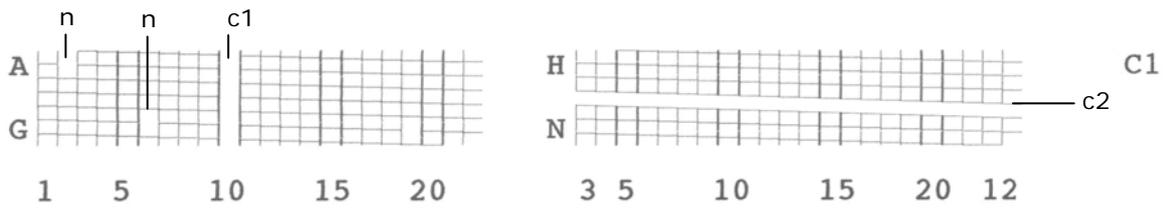
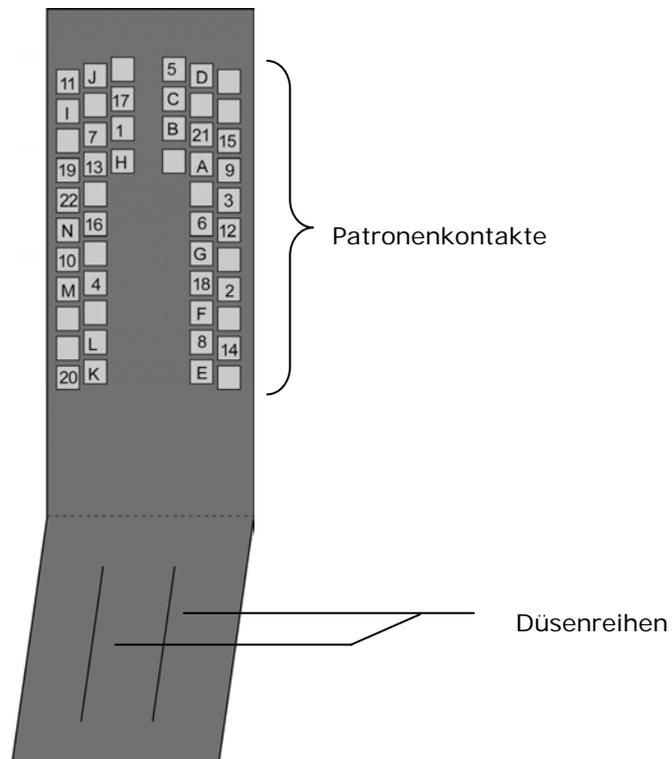

Abbildung 27: Muster A mit Defekten
Abbildung 28: Patronenkontakte
- Abbildung 27 zeigt einen Beispielsdruck mit mehreren Defekten bei Patrone p1. Bitte reinigen sie die Tintenpatrone und die Kontakte wie in diesem Handbuch beschrieben. Ist anschließend immer noch ein Defekt sichtbar, tauschen sie bitte die betroffene Patrone aus. Abbildung 28 zeigt ein Referenzdiagramm mit den Patronenkontakten und deren Bezeichnung.